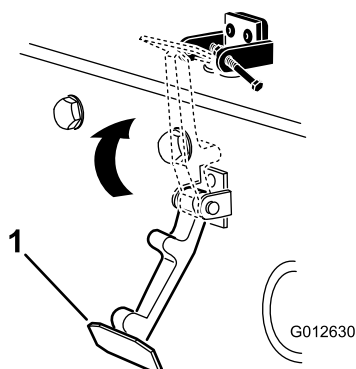

Figura 6
7. Agganciate il fermo sulla relativa staffa (Figura 6).